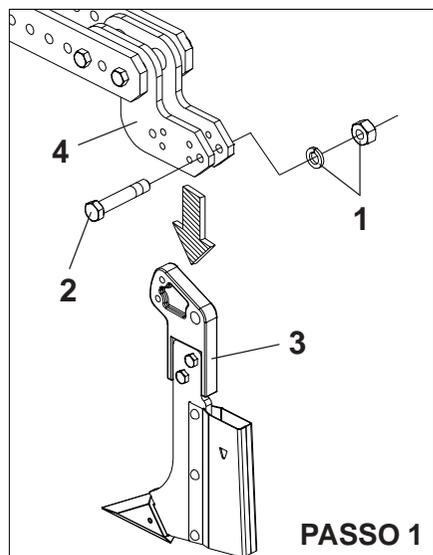

FIGURA 87
- Solte as porcas e arruelas (1) e os parafusos (2), retire o sulcador pino fusível (3) do suporte do sulcador (4), **conforme mostra a figura 87.**